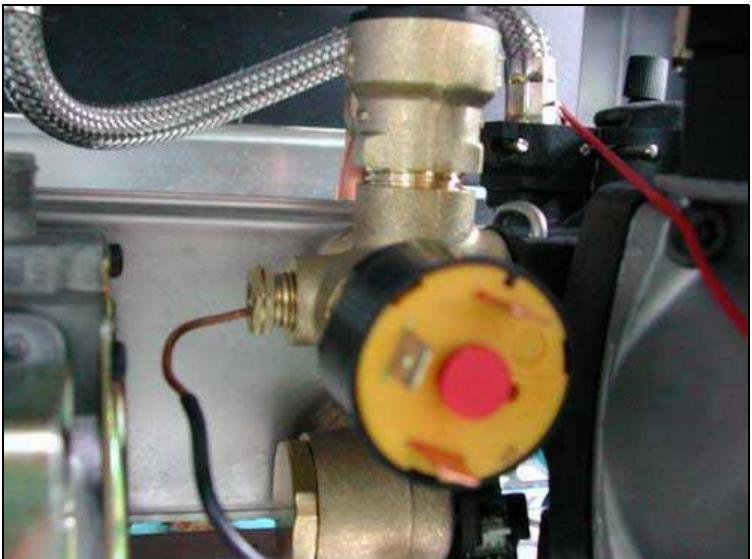

Рисунок 44
- Датчик расположен с лицевой стороны в правой части котла. Найдите его и отсоедините электрические провода (*Рисунок 44*).